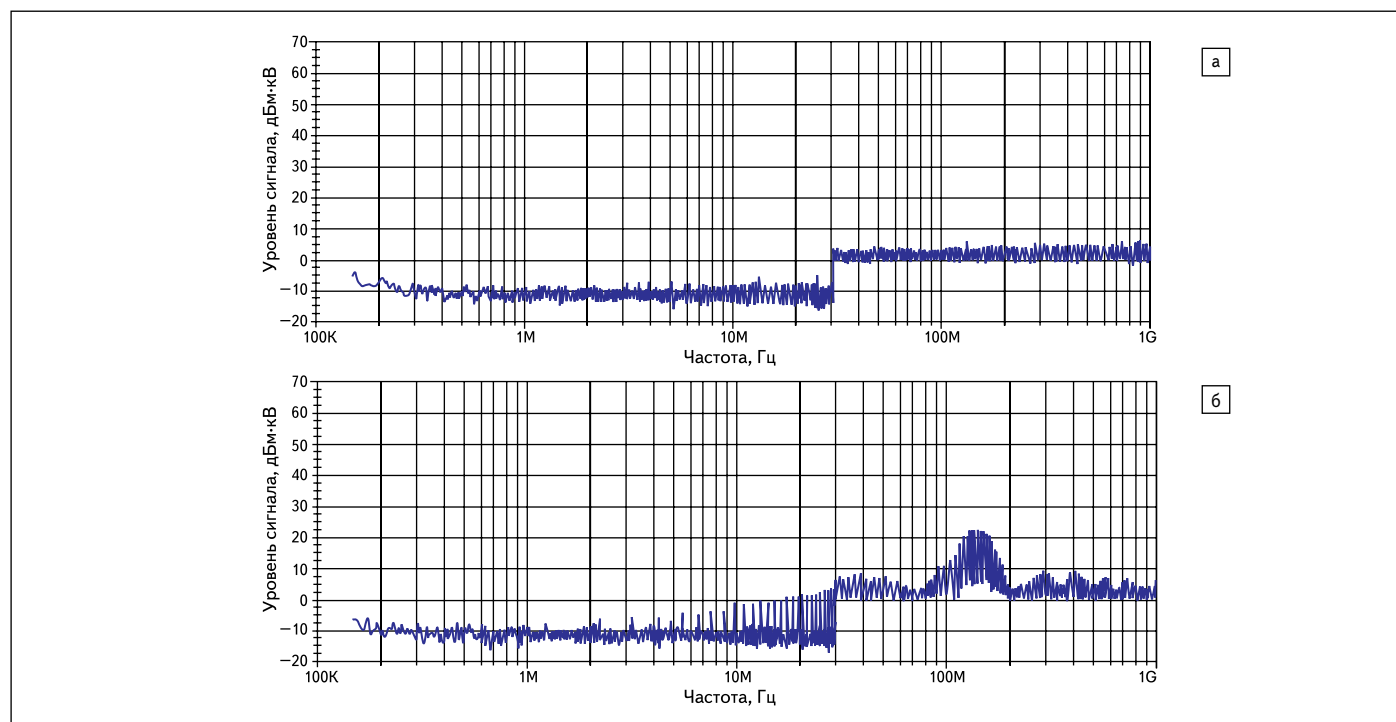

Рис. 10. Излучаемый сигнал от изоляторов: а) Si8442; б) ADUM1402
- Рис. 10 — излучаемый сигнал от изоляторов Si8442 и ADUM1402. Сигнал измерялся по стандарту SAE1752-3, описывающему процедуру измерения излучаемого сигнала различных микросхем. Это измерение было выполнено сторонней лабораторией, не заинтересованной в результатах теста. Результаты измерений показали, что излучение изоляторов Silicon Labs практически незаметно на фоне общего шума, в то время как изолятор ADUM является источником дополнительного шума на плате.